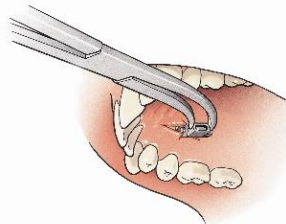
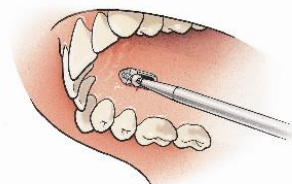

Abb. 3
Abb. 4
Die erste 7 mm lange monokortikale selbstbohrende Schraube mit einem Durchmesser von 2,0 mm (Ref. 70-707S) zur Hälfte mit dem internen fünfeckigen Schraubendrehereinsatz (Ref. 99-909S), der am Handstück montiert ist (Ref. 99-901A), einsetzen (Abb. 4). Die zweite 7 mm lange Schraube ebenfalls nur zur Hälfte einsetzen.
Die Abutmentplatten (Ref. 03-800A) werden subperiostal auf der Knochenoberfläche platziert (Abb. 3). Es ist darauf zu achten, dass die Abutmentplatten hoch genug, waagrecht und einander gegenüberliegend angebracht werden. Die Abutmentplatten sind mit links (L) und rechts (R) gekennzeichnet. Die Platten werden mit 7 mm langen monokortikalen selbstbohrenden Schrauben mit einem Durchmesser von 2,0 mm (Ref. 70-707S) fixiert (Abb. 4).